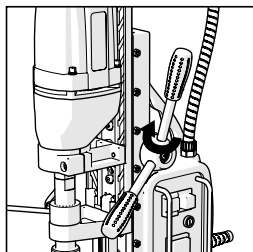

FIG. 1
- Attachez les trois poignées dans le trou de bossage de l'arbre, en vous assurant qu'elles sont vissées à fond. (**Fig. 1**)